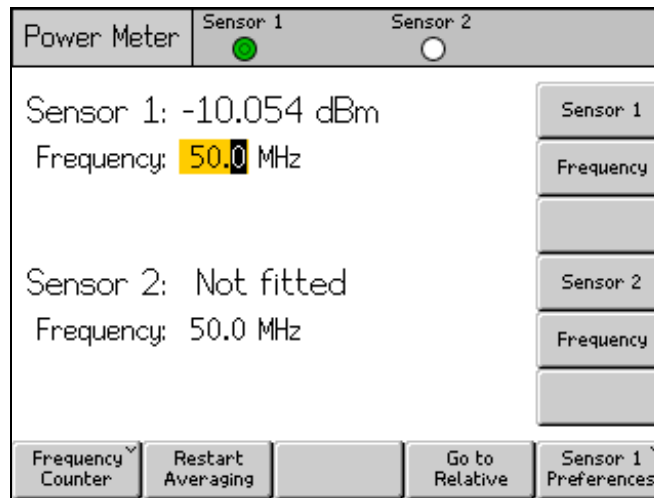

Figura 3-39. Pantalla de medidor de potencia: ajuste de frecuencia
Para obtener medidas válidas, el ajuste de frecuencia para cada sensor conectado debe corresponder a la frecuencia de la señal que se va a medir. Para establecer la frecuencia, pulse **MEAS** para mostrar la Pantalla de lectura de medidor de potencia. Pulse la tecla multifunción Frecuencia para seleccionar el campo Frecuencia del sensor correspondiente (la tecla multifunción opuesta al campo de frecuencia del Sensor 1 o Sensor 2) tal y como se muestra en la Figura 3-39. El valor de frecuencia se puede ajustar con las teclas de cursor y la rueda giratoria o introducirse directamente mediante el teclado. Los valores de frecuencia admisibles están determinados por el sensor conectado y, en general, incluyen 0 Hz.
1. Pulse **MEAS** para mostrar la pantalla de lectura del Medidor de potencia tal y como se muestra en la Figura 3-39.